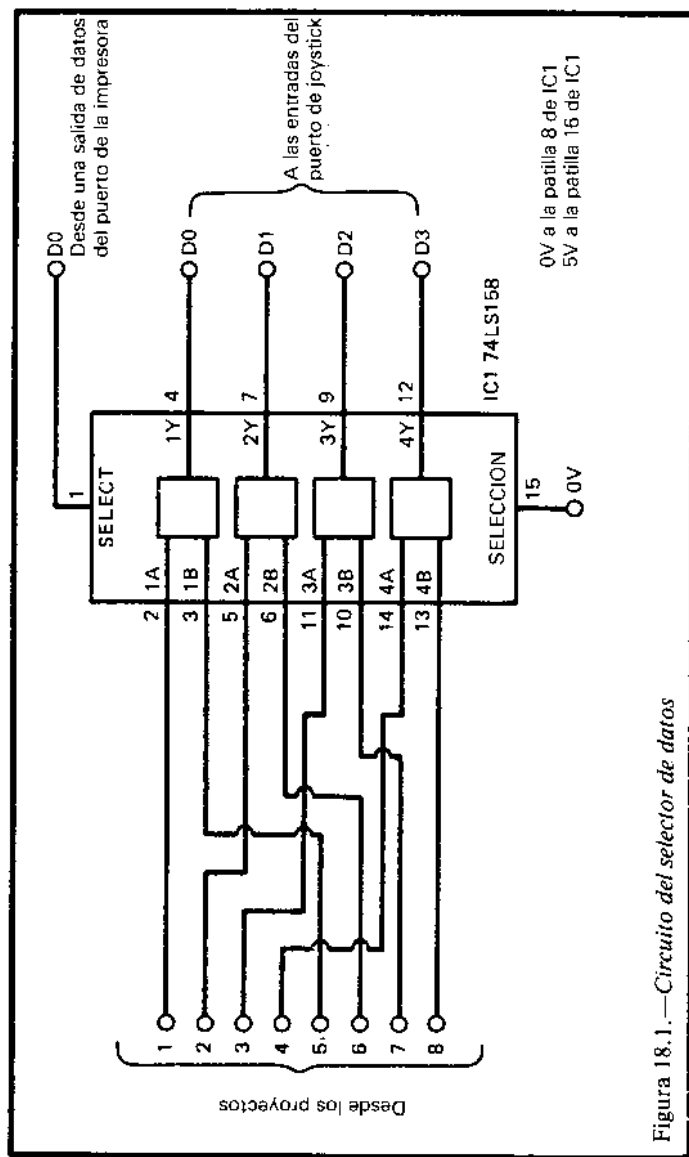

Figura 18.1.—Circuito del selector de datos
Esto hace que la línea D0 del puerto de la impresora pase a nivel bajo y que la entrada de selección de IC5 también lo haga. El puerto de *joystick* está ahora comunicándose con el grupo de periféricos A (1-4 en la figura 18.1). Cualquier lectura hecha utilizando JOY(0), STICK (1), STRIG (1) o STRIG (3) mostrará el estado de estos cuatro periféricos. Para leer los datos del grupo B (5-8 en la figura 18.1), utilice OUT 61184,255 o OUT 145,255 para hacer pasar la entrada de selección de IC1 a nivel alto. Para devolver el control al grupo A, repita la sentencia dada arriba en la línea 10. Estas sentencias suponen que no hay otros dispositivos conectados en el puerto de la impresora. Si los hubiera (por ejemplo, el medidor solar), el programa deberá alterar el estado de D0 sin afectar la salida de las otras líneas del puerto de la impresora. Como se sugirió en el proyecto 5, la forma más simple es utilizar una variable PUERTO para registrar el estado de las líneas. Supongamos que PUERTO mantiene el valor actual de las líneas de salida. La sentencia requerida para seleccionar el grupo A es: